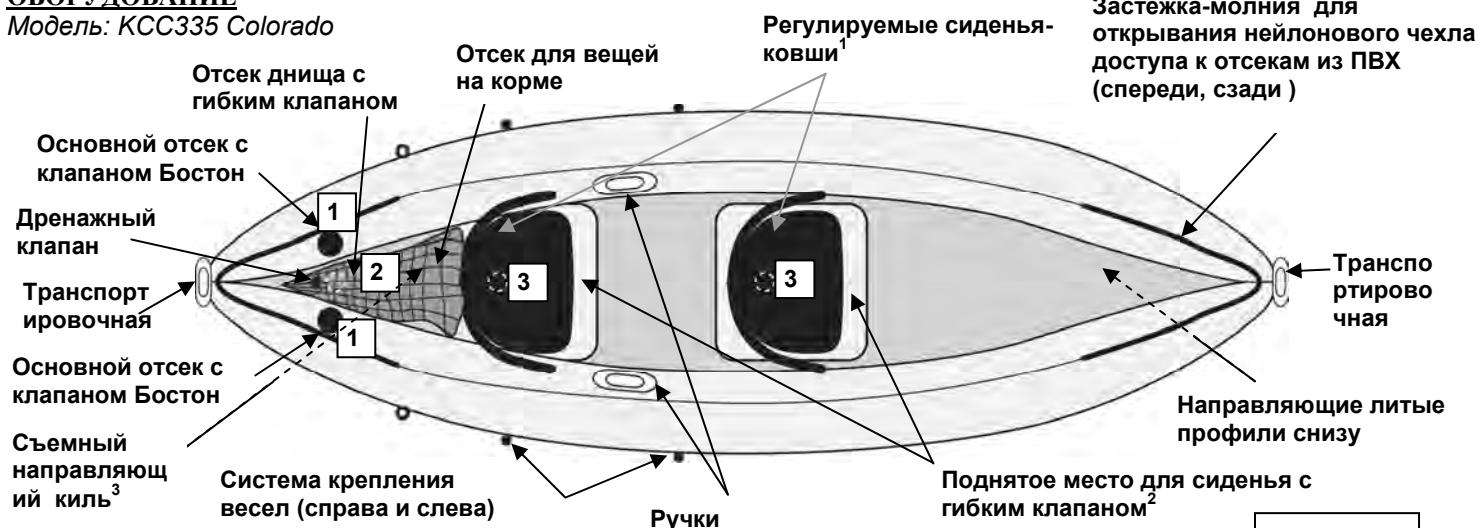

Рис. 1
- a) Клапан (ы) Boston (рис. напротив): Отвинтите колпачок клапана (1); ввинтите корпус клапана (2) в основание клапана (3); не убирайте колпачок. Вставьте конец шланга насоса в клапан и надувайте до достижения рекомендуемого давления (см. пункт 3). После накачивания как следует завинтите колпачки клапанов (по часовой стрелке). **Примечание:** небольшая утечка воздуха до полного закрытия клапанов - нормальное явление, **ГЕРМЕТИЧНОСТЬ** обеспечивается только колпачком клапанов.
3. Надувайте изделие в порядке, указанном на заводской табличке на изделии (см. также рис. 1, нумерацию клапанов). Боковые отсеки номер 2 сначала накачиваются каждый на 50%. Затем постепенно докачивайте до достижения рекомендованного давления в каждом отсеке.